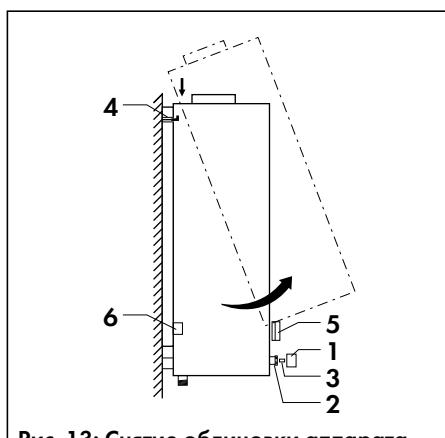

Рис. 13: Снятие облицовки аппарата
- Снимите ручку поворотного переключателя (5).
- Снимите ручку регулятора температуры (1) со шпинделем (3) и отверните против часовой стрелки находящуюся под ней крепёжную гайку (2).
- Высвободите облицовку в направлении на себя из нижних направляющих и снимите её вверх, сняв с держателей (4), как показано на рис. 13.